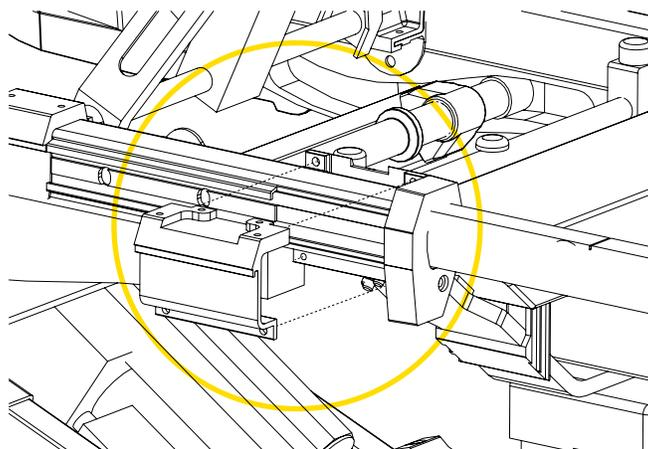

Figure 7: Préparation de la civière - Retrait de la partie extérieure du bloc d'ancrage
12. Retirer la partie extérieure du bloc d'ancrage (4 vis; Figure 7). Elle ne sera pas réutilisée pour cet assemblage spécifique.